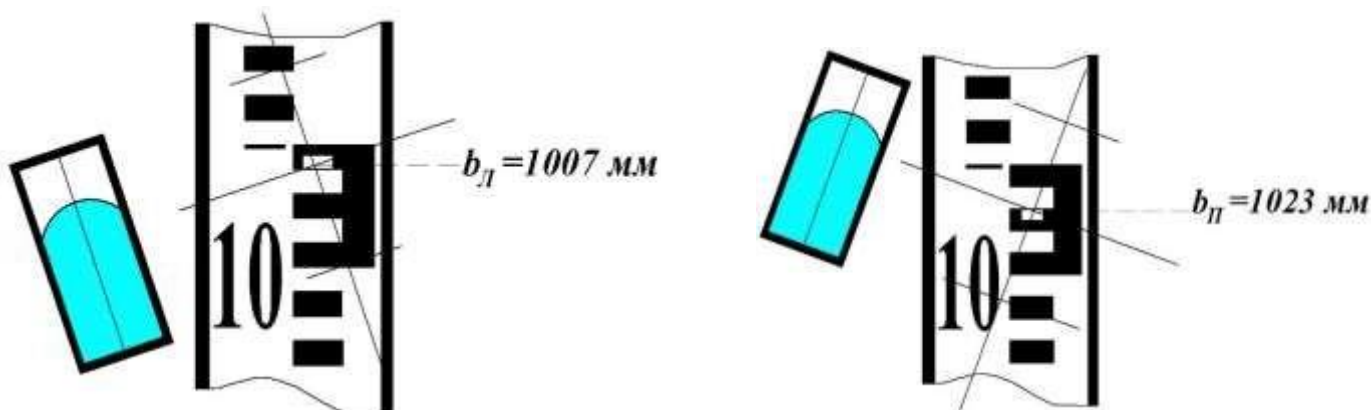

Рис. 9. Отсчет по рейке при наклоне оси вращения нивелира влево
8. Вращением наводящего винта зрительной трубы наводят перекрестие нитей сетки точно на рейку (рис.9) и, совместив изображения концов пузырька цилиндрического контактного уровня, берут отсчет по рейке **b_л** *очкой пересечения нитей сетки*.